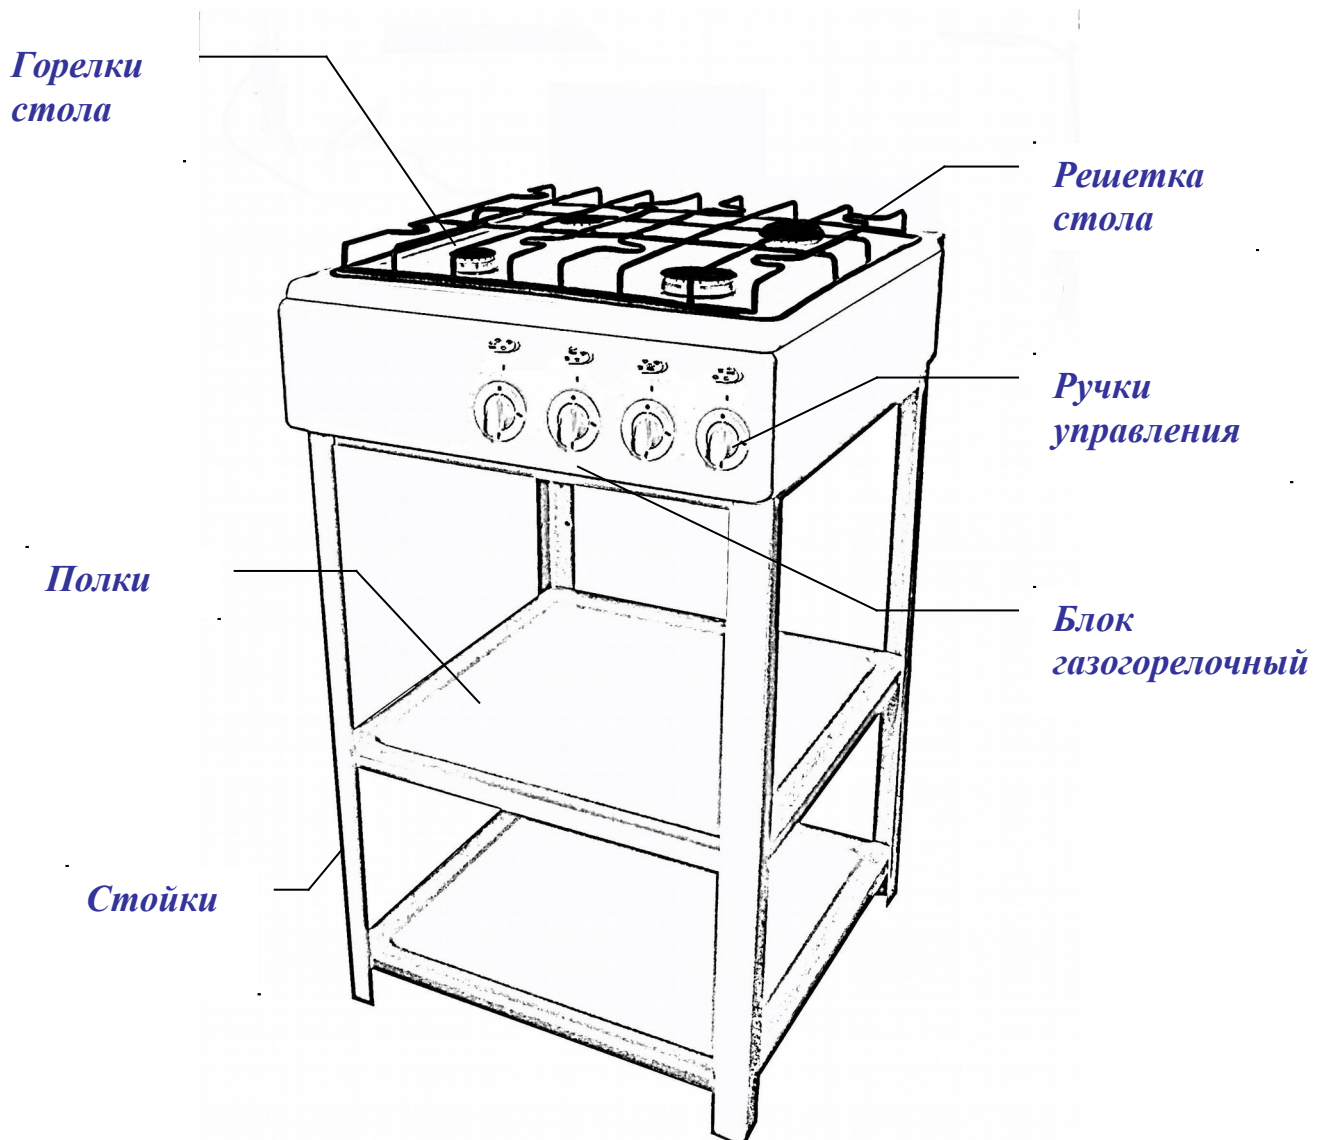

Рис. 1 - Конструкция плиты.
5.1. Плита (рис. 1) состоит из блока газогорелочного, решетки стола, горелок, ручек крана, двух полок, четырех стоек.